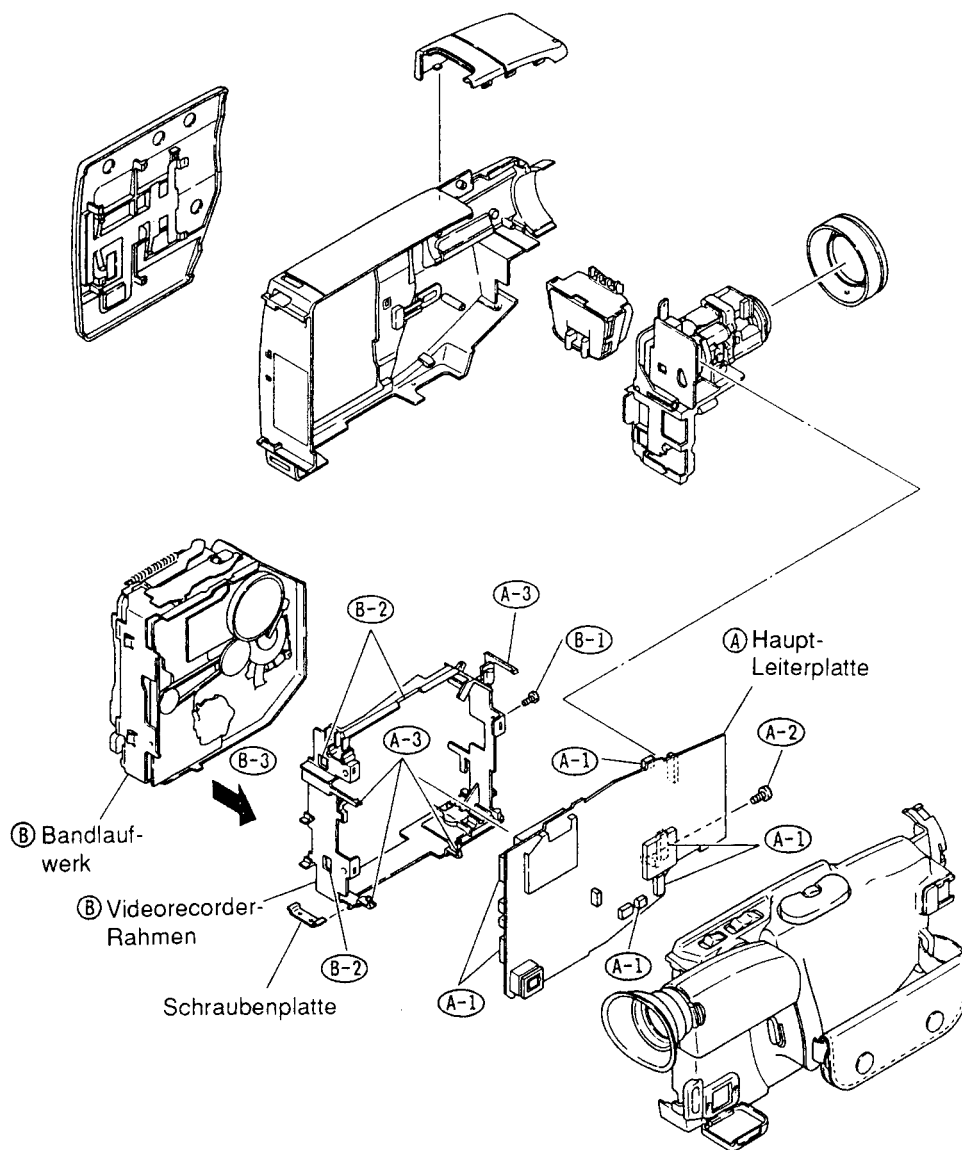

Abb. 3-5
A. Haupt-Leiterplatte (Abb. 3-5)
- 1) Zwei (2) Stecker und vier (4) Flachkabel abtrennen.
- 2) Eine (1) Schraube entfernen.
- 3) Vier (4) Laschen freigeben.
B. Videorecorder-Rahmen und Bandlaufwerk (Abb. 3-5)